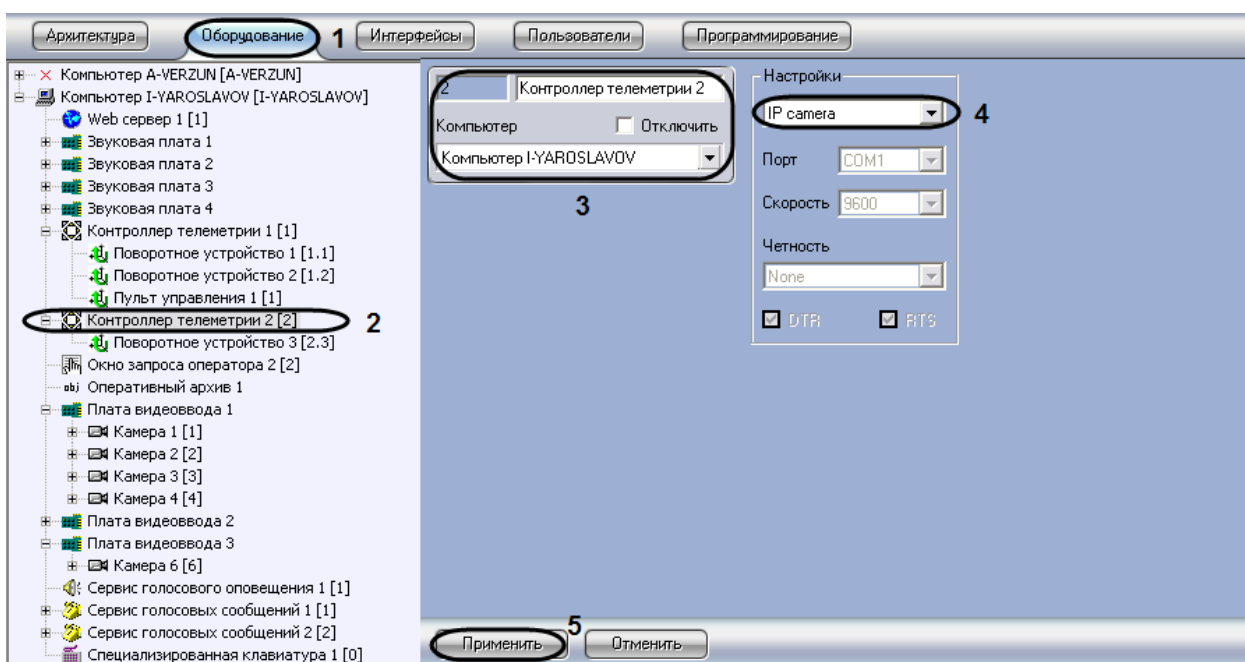

Рис. 3.4—11 Панель настроек объекта «Контроллер телеметрии» для настройки поворотной IP-камеры
1. Необходимо перейти во вкладку «Оборудование» диалогового окна «Настройки» программы «Интеллект» (Рис. 3.4—11, 1).
2. На базе объекта «Компьютер» требуется создать системный объект «Контроллер телеметрии» или выбрать соответствующий объект в дереве объектов во вкладке «Оборудование» диалогового окна «Настройки» программы «Интеллект» (Рис. 3.4—11, 2).
4. Из списка выбрать протокол обмена данными с поворотным устройством. В качестве протокола требуется выбрать пункт «IP camera» для осуществления обмена данными с поворотной IP-камерой по протоколу TCP/IP (см. Рис. 3.4—11, 3).